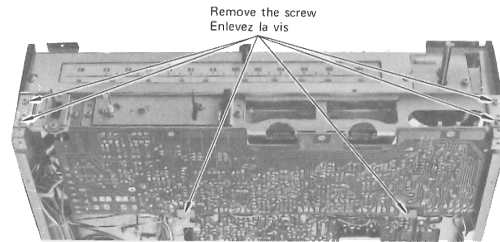

Fig. 2
- (1) Remove the meter lead wire from the Control printed wiring board.
- (2) Remove the six screws. (Fig. 2)
- (1) Désolidariser le fil d'indicateur de la plaque de câblage imprimée de commande.
- (2) Défaire les six vis de fixation. (Fig. 2)